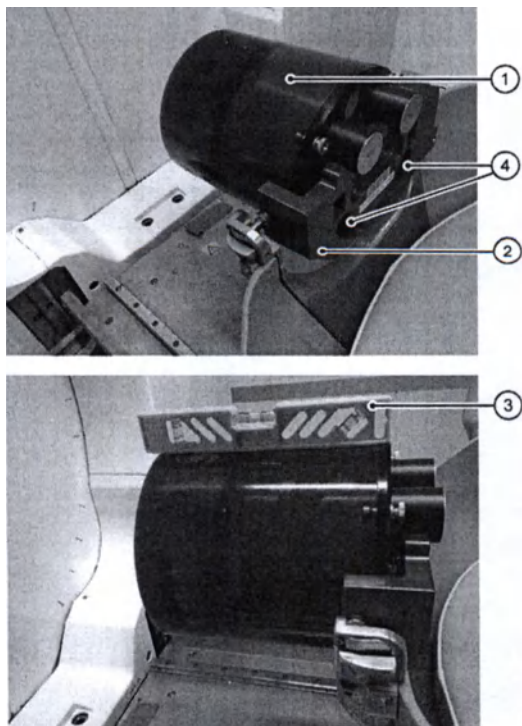

Рис. 6.4 Установленный фантом Catphan
- 1 Установите опорную пластину фантома (2) под углом 90° к устройству позиционирования системы позиционирования пациента. Убедитесь, что она надежно закреплена. см. в Рис. 6.4 .